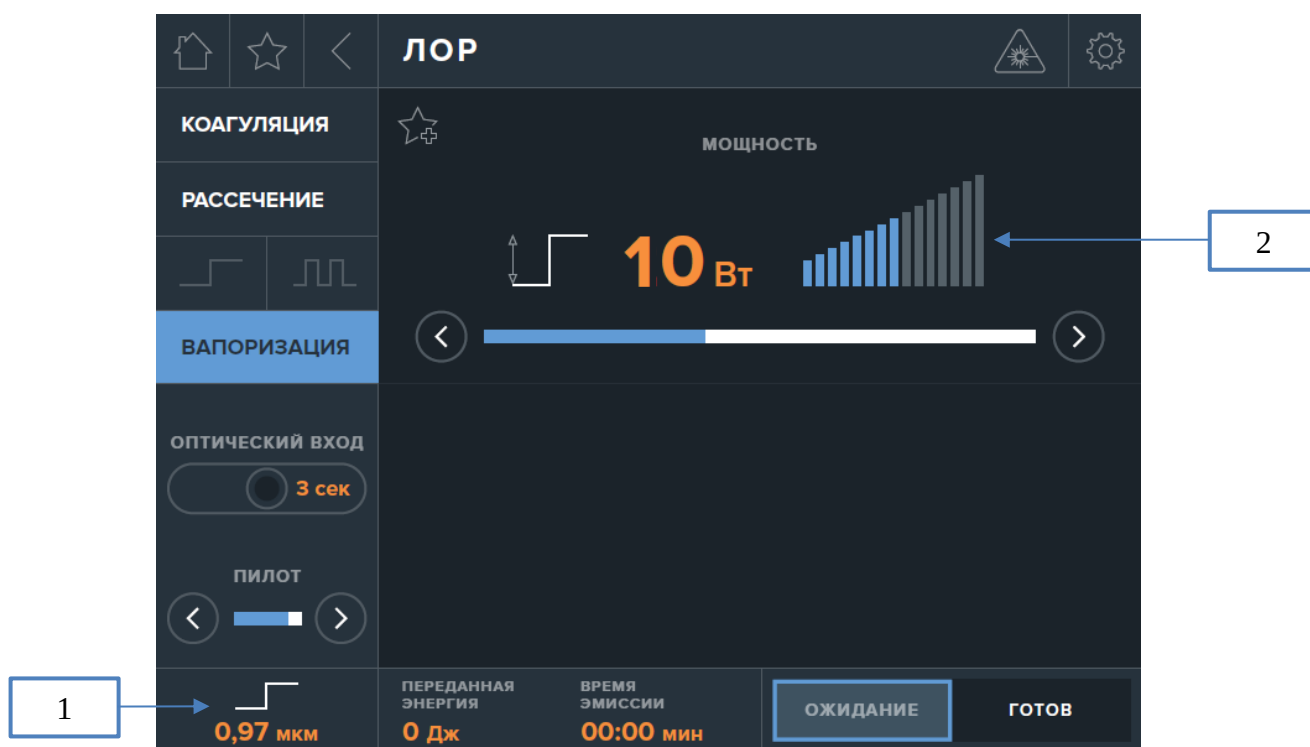

Рис. 25. Экран предустановленного режима ВАПОРИЗАЦИЯ для «ЛОР» операций.
В предустановленном режиме ВАПОРИЗАЦИЯ для воздействия используется лазерное излучение с длиной волны 0,97 мкм в непрерывном режиме (1) (рис. 25). Для данного режима предусмотрена настройка выходной мощности лазерного излучения в диапазоне от 3 до 15 Вт с шагом 1 Вт (2). Установка выходной мощности производится с помощью шаговых стрелок.